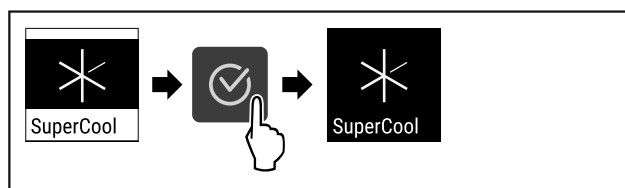

Fig. 74
- ▶ Proved'te akční kroky (viz Fig. 74) .